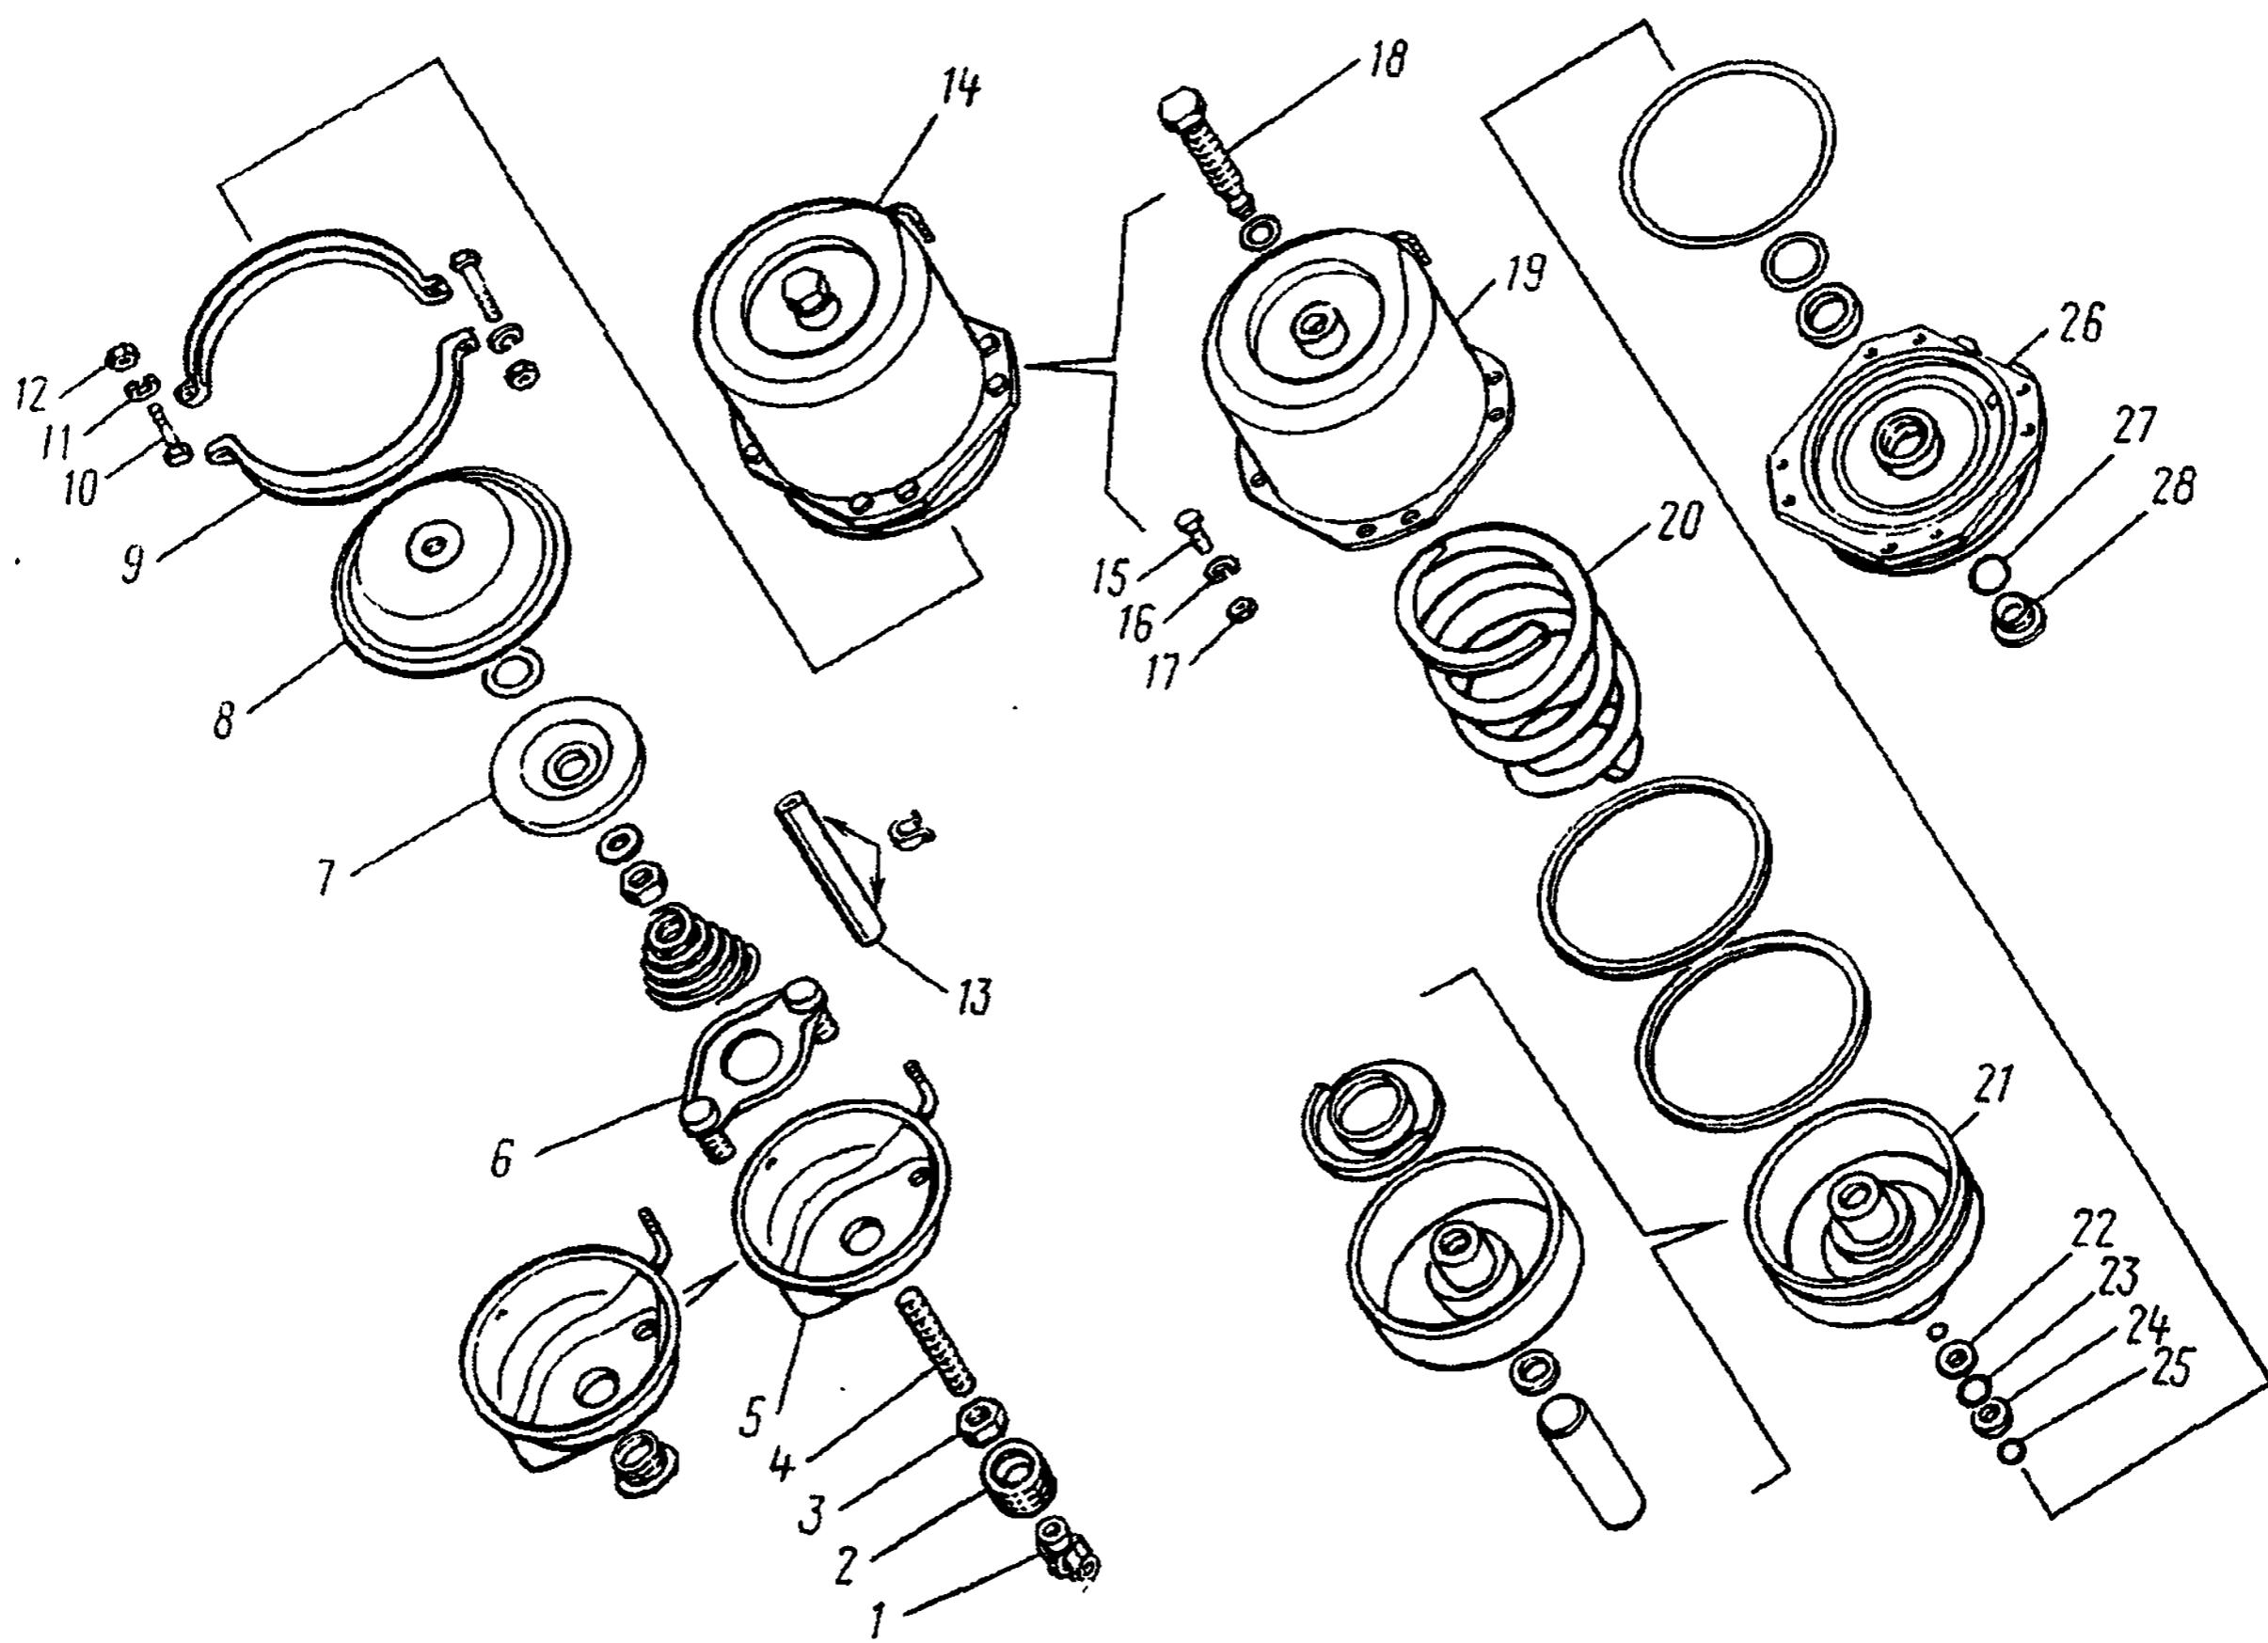

Рис. 334. Камера тормозная с пружинным энергоаккумулятором типа 24/24:
1. Отверните со штока 4 (рис. 334) вилку 1, ослабив контргайку 3	Верстак слесарный, бородок, ключ 22 мм Отвертка